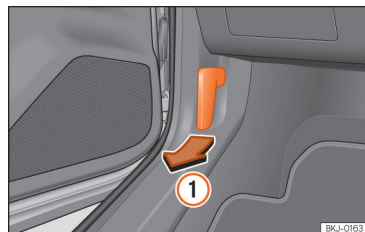

Fig. 171 Alavanca de desbloqueio no espaço para a zona dos pés do condutor.
• Abra a porta e puxe pelo manípulo que existe debaixo do painel de instrumentos >>> **Fig. 171 ①**.